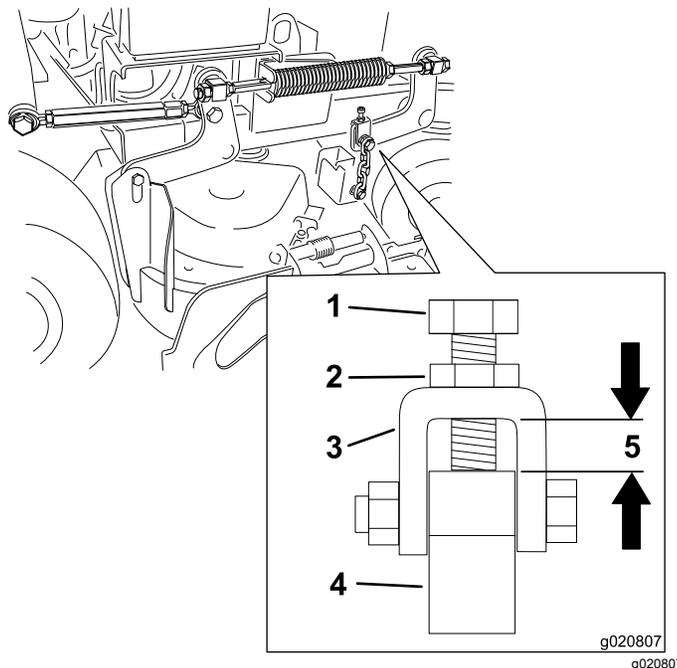

Figura 82
**Nota:** Questa distanza deve essere di 11 mm, come mostrato in Figura 82.
6. Se occorre regolare, allentate il bullone superiore della catena (Figura 82).
7. Allentate il controdado e regolate il bullone per ottenere la distanza corretta mostrata in Figura 82.